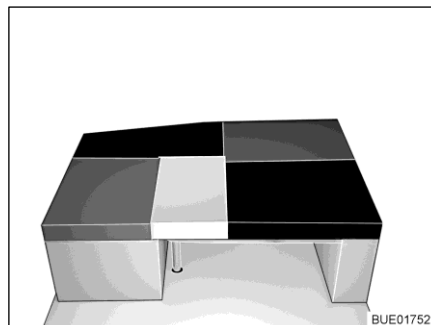

Fig. 163 Dopo la trasformazione
- Riporre sul tavolo il cuscino dello schienale del sedile laterale/del divano laterale (tra il cuscino del divano laterale/il divano laterale e il cuscino aggiuntivo, vedi Fig. 163).